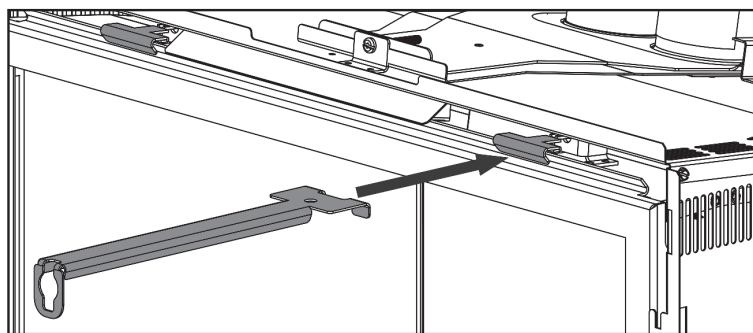

Fig. 3-2
2. Déverrouillez les loquets supérieurs gauche et droit situés dans le haut de la porte (**Fig. 3-2**). Penchez légèrement vers l'avant puis soulevez hors des fentes.